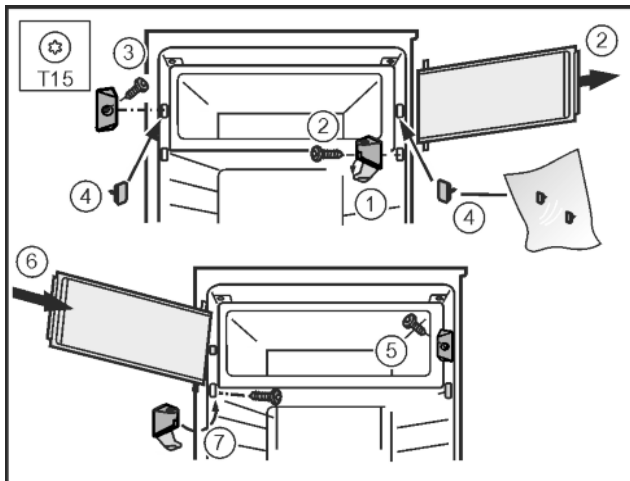

Fig. 13
- ▶ Разгънете капака на лагерната стойка. Fig. 13 (1)
- ▶ Сваляне на вратата на хладилната камера: С отвертка T15 отвийте лагерната стойка. Fig. 13 (2)
- ▶ С отвертка T15 отвийте затварящия елемент. Fig. 13 (3)
- ▶ Запушете образувалите се дупки с приложените тапи. Fig. 13 (4)
- ▶ С отвертка T15 монтирайте затварящия елемент. Fig. 13 (5)
- ▶ Поставете горе вратата на хладилната камера. Fig. 13 (6)
- ▶ Монтирайте лагерната стойка и затворете капака. Fig. 13 (7)